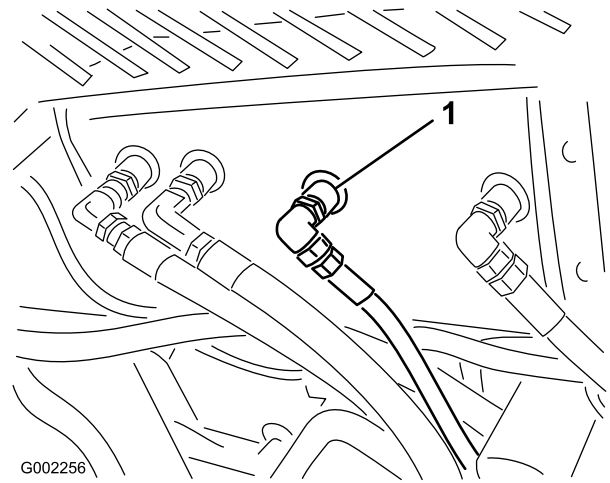

Figure 60
2. Nettoyez la surface autour d'un raccord de flexible hydraulique au bas du réservoir d'huile hydraulique (Figure 60).
4. Débranchez le raccord du réservoir et vidangez l'huile dans le bac de vidange (Figure 60).